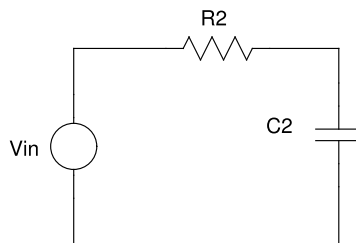

Figura 7.1
1. Monte o circuito da figura 7.1 para $10k\Omega < R_2 < 100k\Omega$ e $10nF < C_2 < 100\mu F$;